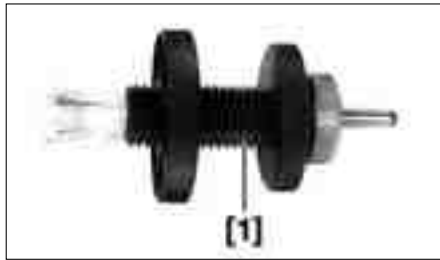

FIG. 1
- Montar el mecanismo y centrar el disco con el útil de centrado universal [1] (fig. 1).